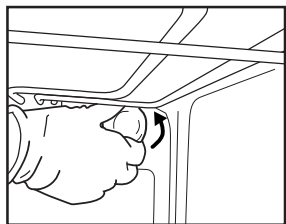

Fig. 6
2. Skruva ur lampskyddet (Fig. 6), byt ut glödlampan (se notering för typ av lampa) och skruva tillbaka lampskyddet.